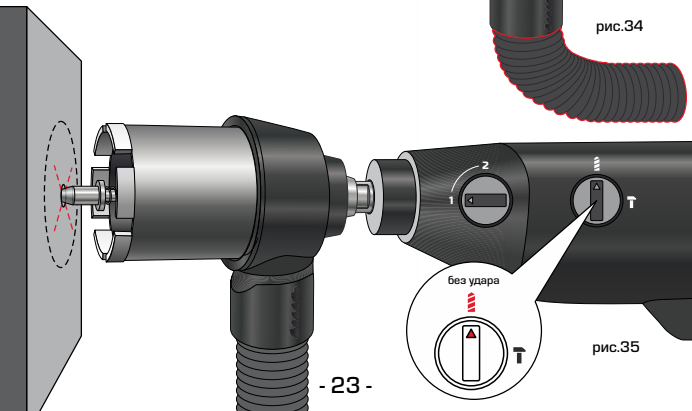

рис.35
- уприте центратор в центр отверстия и включите двигатель (рис. 35). Для засверливания (начало сверления) используйте режим двигателя – «Без удара».